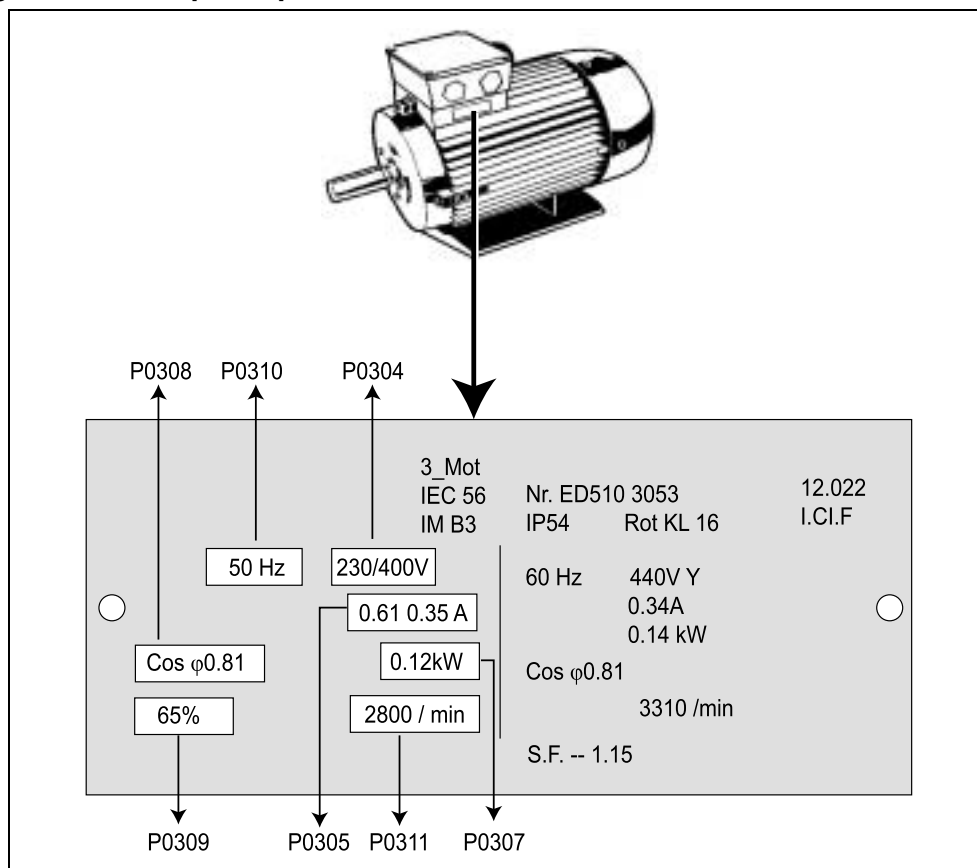

Figura 3-7 Esempio tipico di targhetta con i dati caratteristici del motore
3. L'inverter viene programmato in fabbrica per applicazioni standard su motori quadripolari Siemens di serie con le sue stesse caratteristiche di potenza nominale. In caso di impiego di altri motori sarà necessario immettere i dati caratteristici riportati sulla rispettiva targhetta. Si veda la Figura 3-7 per i particolari di lettura dei dati caratteristici motore.